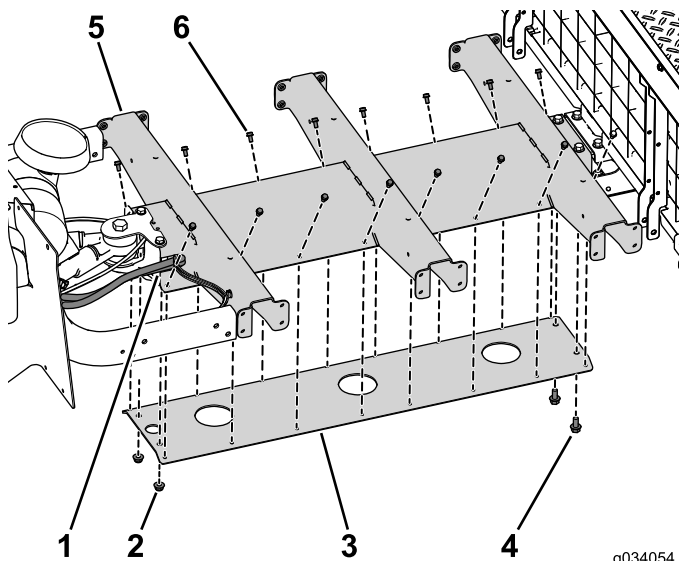

Bild 30
1. Befestigen Sie die Plattformstütze mit den vier Schrauben ($\frac{5}{16}$ " x $\frac{3}{4}$ ") lose am mittleren Kanal (Bild 30).